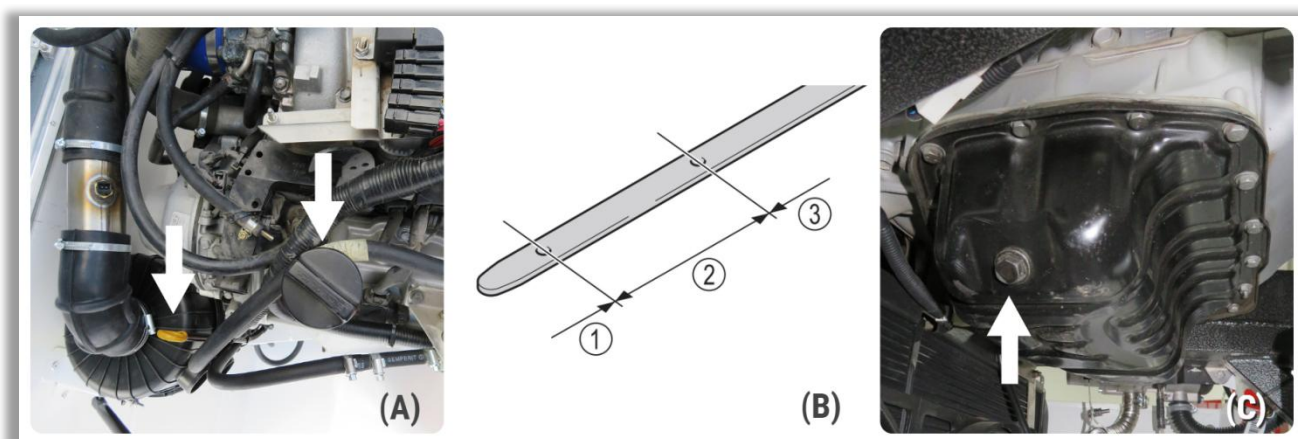

Рисунок V-1
1) Извлеките щуп уровня масла (Рисунок V-1, A).
- 3) Медленно извлеките щуп и проверьте соответствие уровня масла допустимому диапазону, указанному на масляном щупе (Рисунок V-1, в).
Если уровень моторного масла ниже ①, проверьте двигатель на предмет утечек масла и долейте масло через маслозаправочную горловину (Рисунок V-1, в) до средней отметки между отметками на щупе уровня масла ② (объем масла между отметками ① и ③ на щупе составляет 1,5л). Заправка моторного масла выше максимального уровня отрицательно влияет на работу двигателя.
- 1) Для ускорения процесса слива моторного масла из двигателя снимите крышку маслозаправочной горловины двигателя (Рисунок V-1, а).
- 2) Слейте моторное масло, отвернув сливную пробку масляного поддона (Рисунок V-1, с).
- 9) Залейте моторное масло через маслозаливную горловину до средней отметки между отметками на щупе уровня масла (Рисунок V-1, В). Закройте крышку маслозаливной горловины двигателя.